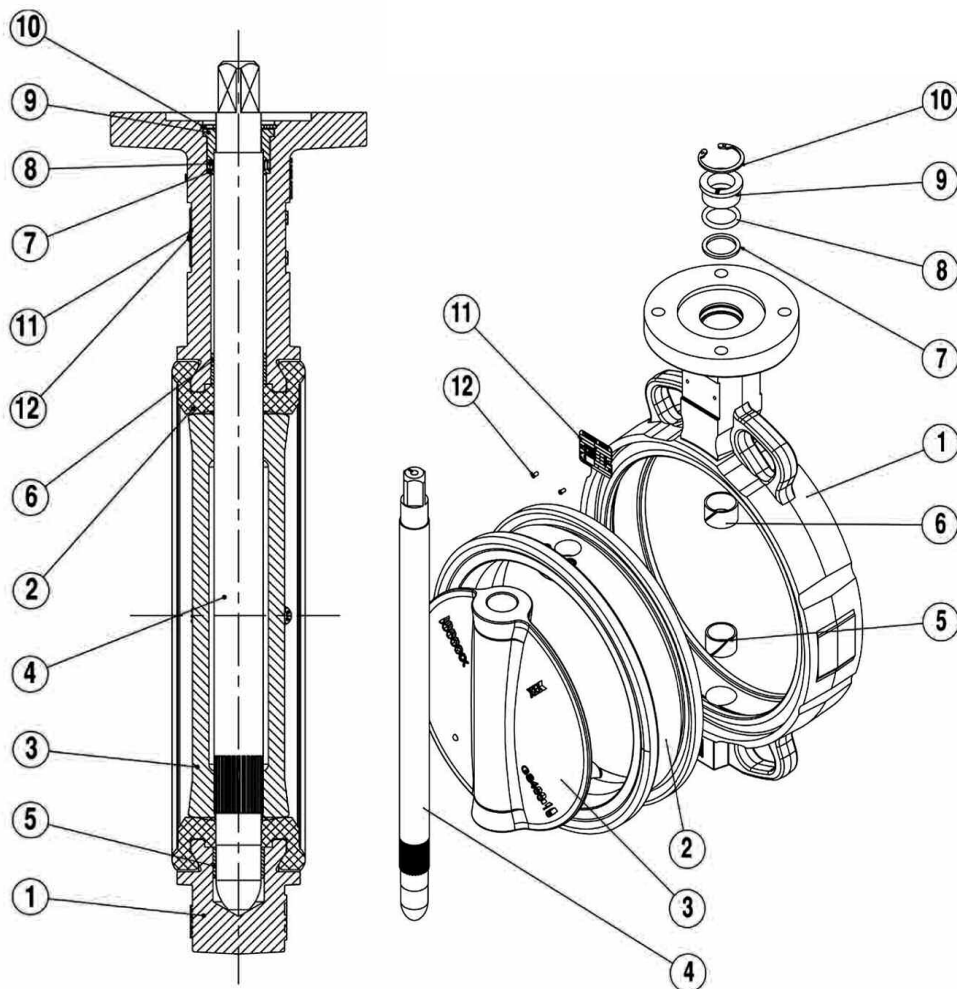

Рис. 18. Устройство поворотных затворов SYLAX, SYLAX VFY
- Снять стопорное кольцо 10 (Рис. 18)
- Закрепить корпус 1 (Рис. 18) поворотного затвора в тисках